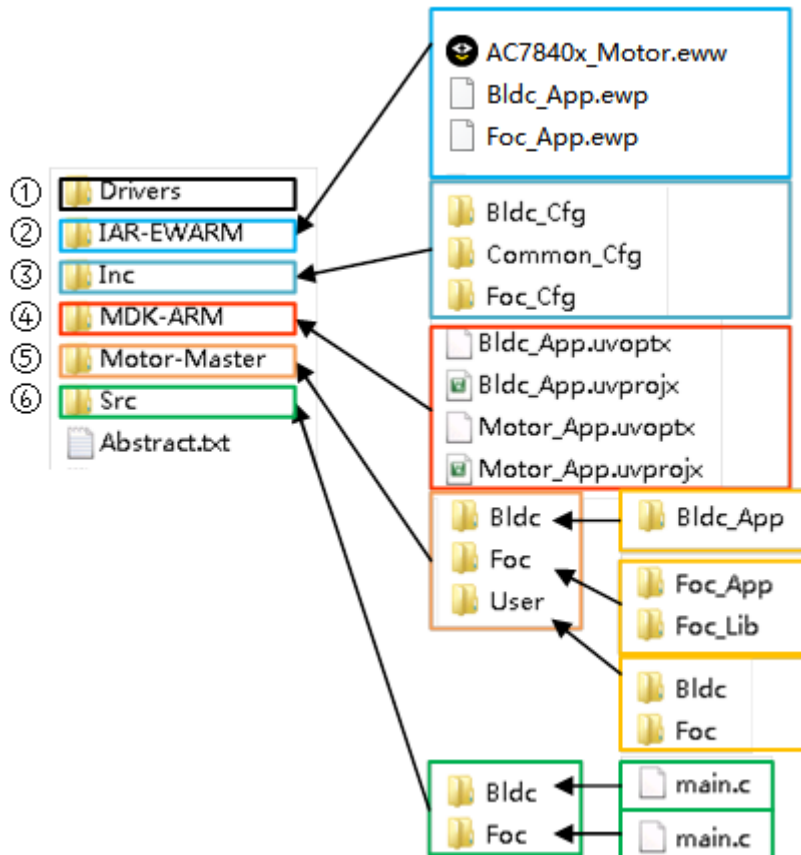

图 7-1 Motor App 文件结构
以 AC7840x 电机算法为例，Motor_App 软件工程的文件结构如图 7-1 所示。
①：ATC AC78xx 系列 MCU 编译器支持文件。当用户安装使用了 AC78xx 系列 MCU 的 CMSIS pack，并在 MDK Keil 的 Manage Run-Time Environment 中配置选择了相应 Component，则此文件组无需
添加文件；否则需要将图 7-1 中①所内含的 `ac78xx_debugout.c`、`startup_ac78xx.s`、`system_ac78xx.c` 等文件链接到此文件组中。
②：Motor App 的 `main.c`。
③：ATC AC78xx 系列 MCU 驱动包。当用户安装使用了 AC78xx 系列 MCU 的 CMSIS pack，并在 MDK Keil 的 Manage Run-Time Environment 中配置选择了相应 Component，则此文件组无需添加文件；否则需要将图 7-1 中①所内含的 `ac78xx_adc.c`、`ac78xx_pwm.c`、`ac78xx_spm.c` 等文件链接到此文件组中。用户可根据实际使用 MCU 外设情况链接对应的驱动文件到此文件组中。
④：MCU 系统配置文件，规定了 MCU 的系统时钟、晶振频率等参数。用户一般无需修改此文件。
⑤：Motor App 算法参数及硬件参数配置宏定义文件组。用户需要根据硬件电路的实际参数更新此文件组中的 `hwboard_parameters_define.h` 文件；根据实际电机参数更新此文件组中的 `motor_parameters_define.h` 文件；根据使用的控制算法类型及调试情况更新此文件组中的 `bldc_parameters_define.h`（方波算法）或 `drive_parameters_define.h`（FOC 算法）文件。当使用 FOC 算法时，根据具体应用需求更新此文件组中的 `protector_parameters_define.h` 文件来调整保护策略的参数。
⑥：Motor App 的电机控制算法文件组。实现电机驱动的方波控制算法或 FOC 算法。
⑦：Motor App 的用户层接口文件组。提供 MCU 外设配置、上位机通信、时基任务调度等功能接口。
⑧：ATC 电机 FOC 算法库。提供三角函数、Hall 传感器角度反馈、无传感矢量控制角度估算、PID 调节器、SVPWM 算法、电机控制算法参数标幺等功能接口，方便客户根据应用需求自由开发电机控制算法。